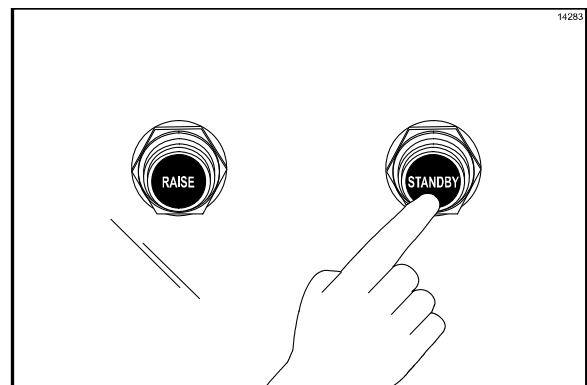

Abbildung 117
10. Zum Schließen der oberen Grillplatte auf den Standby-Knopf drücken. (Siehe Abbildung 117.)